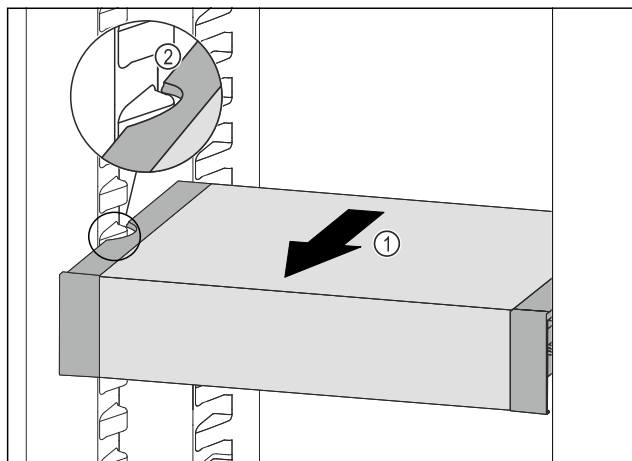

Fig. 118
- Trageți în față VarioSafe Fig. 118 (1), până când degajările laterale ale VarioSafe se află la înălțimea nervurii recipientului din frigider. Fig. 118 (2)